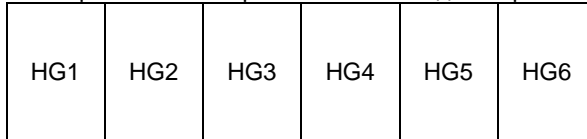

Рис.1. Расположение индикаторов
4.2. На рис.1 изображена схема расположения индикаторов.